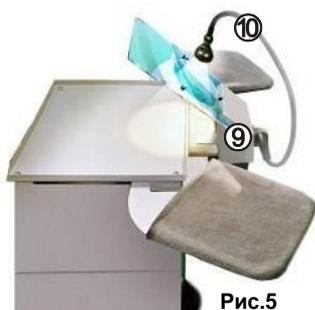

Рис.5
Выкрутить 4 винта и снять поддон (4) с верха УПЗ. Установить Упор и вкрутить этими же винтами ВМУ 1.0 (9), рис.5. Установить светильник светодиодный ЛЮКС 2.1 (10).